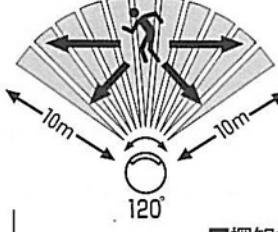

図1
*センサーに向かって左右に横切った場合は敏感に反応しますが、センサーに向かって直進した場合は、極端に探知が鈍くなります。図1、図2の条件に合う場所に取付けてください。
点灯させる周りの明るさ調節は図1のように点灯ツマミを**昼**から**夜**にすることで調節することができます。